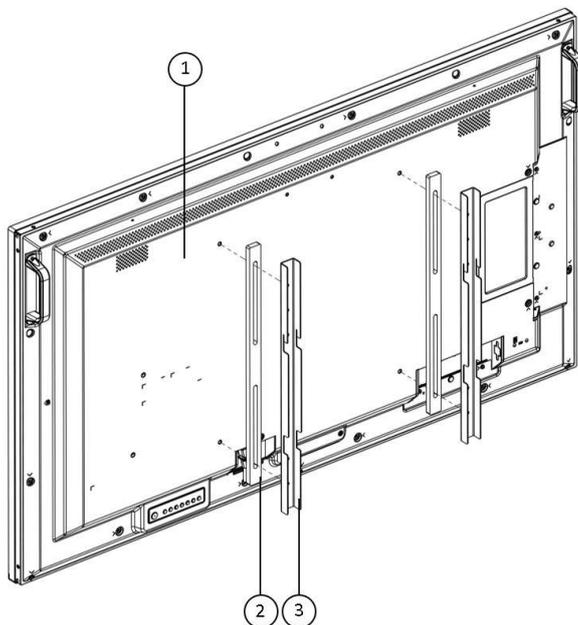

Fig. 13 Montagem dos suportes verticais
Retire o monitor de grande formato ① da embalagem e monte os suplementos de altura de PVC (x2) ② com os suportes verticais (x2) ③, conforme mostrado na Fig. 13. Utilize parafusos M6 (x4).